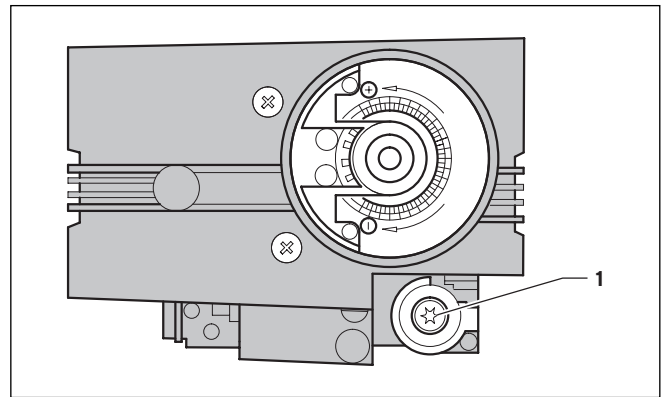

Fig. 6.4 Șurub pentru punctul de nul
Reglarea gazului pentru încărcarea minimă se realizează prin șurubul de punct nul (1, Fig. 6.4) (Torx Tx40 sub capac) al armăturii de gaz.
- Înlăturați acapacul de protecție al șurubului de punct nul (1, Fig. 6.4) al armăturii de gaz.